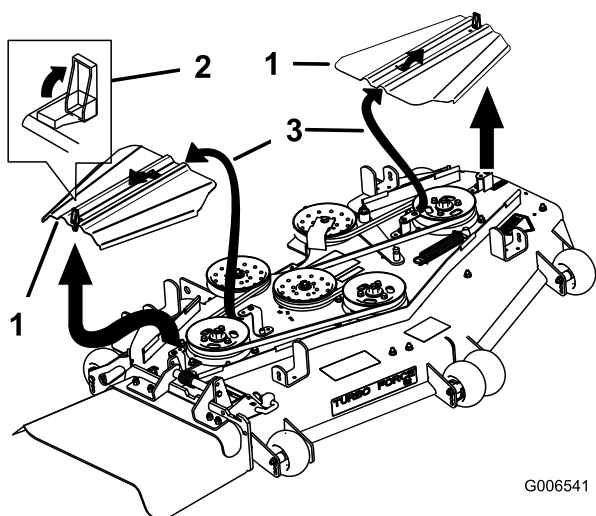

Figura 82
5. Retire as coberturas da correia (Figura 82).